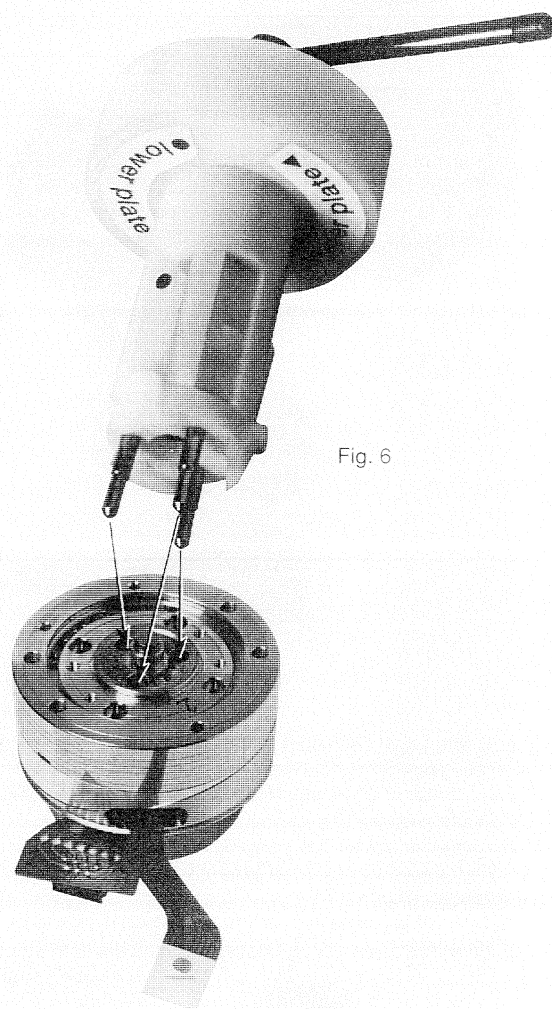

Fig. 6
- Das Abziehwerkzeug für das "untere" Klemmelement vorbereiten. Auf die Kopfscheibe aufsetzen und darauf achten, daß alle drei Stifte gut im unteren Klemmelement eingerastet sind. Das Klemmelement durch Verdrehen des Hebels um 90 lösen, und die Kopfscheibe samt Abziehwerkzeug von der Scannerachse abziehen (Fig. 6).